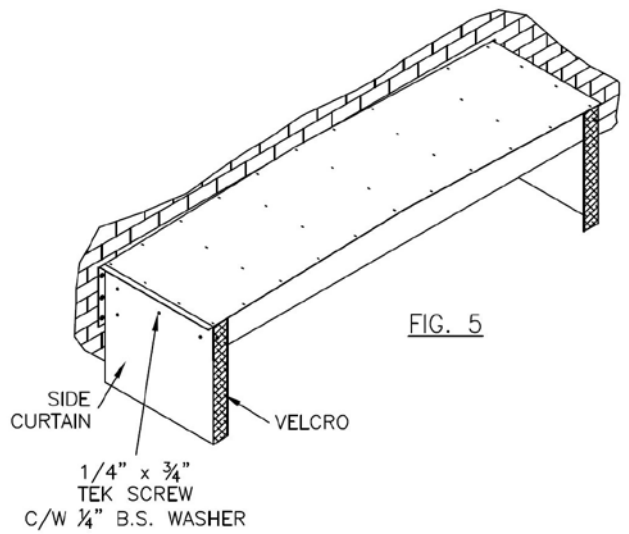

FIG. 5
a. Attach side curtains (Fig. 5).